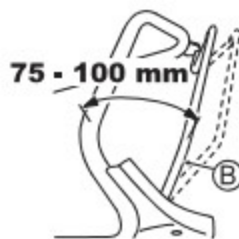

Fig. 14
Réglez de telle façon que la machine fonctionne (l'embrayage s'engage) lorsque la distance entre le Levier d'embrayage (B) et la poignée est de 75 - 100 mm ainsi qu'illustré dans la Fig. 14.